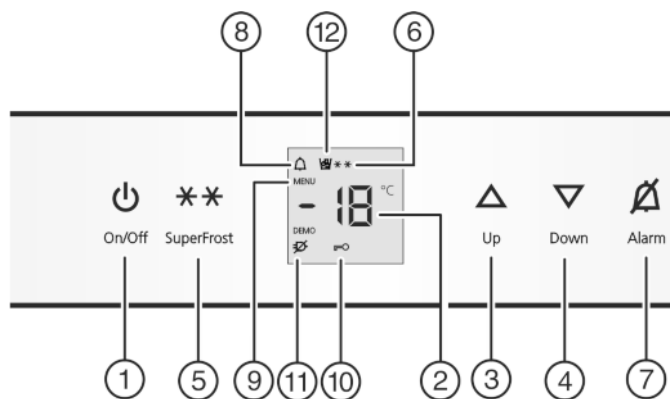

Fig. 2
- Toets On/Off Fig. 2 (1) indrukken.
- Instelmodus activeren: toets SuperFrost Fig. 2 (5) ca. 5 s indrukken.
- ▷ Het symbool Menu Fig. 2 (9) is verlicht.
- Druk kort op de toets SuperFrost Fig. 2 (5) om te bevestigen. Als in de display **c!** wordt aangegeven:
- om de kinderbeveiliging in te schakelen, drukt u kort op de toets SuperFrost Fig. 2 (5).
- ▷ Het symbool kinderbeveiliging Fig. 2 (10) brandt. Op de display knippert **c**.
- om de kinderbeveiliging uit te schakelen, drukt u kort op de toets SuperFrost Fig. 2 (5).
- ▷ Het symbool Kinderbeveiliging Fig. 2 (10) dooft. Op de display knippert **c**.
- Instelmodus deactiveren: toets On/Off Fig. 2 (1) indrukken.
- Toets Alarm Fig. 2 (7) indrukken.
Tegelijkertijd knipperen de temperatuurdisplay en het symbool Alarm Fig. 2 (8).
Het akoestisch alarm stopt automatisch, het symbool Alarm Fig. 2 (8) gaat uit en de temperatuurdisplay houdt op met knipperen, wanneer de temperatuur weer laag genoeg is.
- Temperatuur hoger instellen: insteltoets Up *Fig. 2 (3)* indrukken.
- Temperatuur lager instellen: insteltoets Down *Fig. 2 (4)* indrukken.